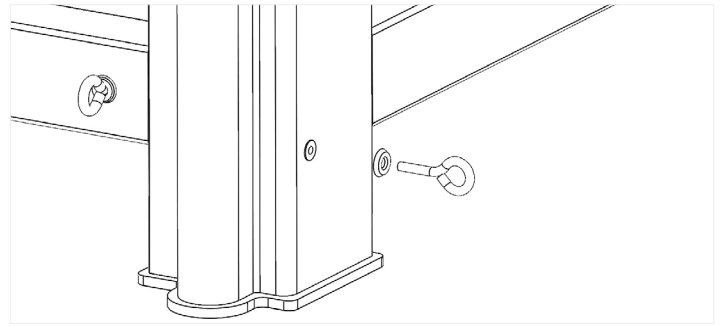

Figura 2: Cáncamos y arandela de acabado
1. Tenga en cuenta que este marco es muy pesado. Se necesitan como mínimo (2) personas para levantar y mover el marco de la base.
3. Encuentre los cáncamos y la arandela de acabado suministrados e instálelos en las patas como se muestra en la imagen, uno en cada pata del extremo del pie. Apriete los cáncamos girando en el sentido de las agujas del reloj. Una vez que los tornillos comiencen a apretarse, continúe girándolos y orientándolos de manera que queden verticales. Vea la Figura 2.